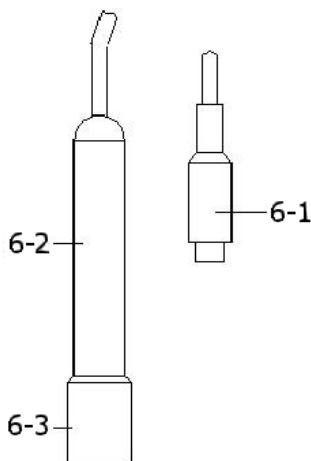

Fig. 3
- 1) Prepare a sonda de condutividade (opcional, CDPB-03), instale o "plugue da sonda" (6-1, Fig. 3) na tomada "CD" (3-15, Fig. 1).
- 3) Segure o "Cabo da sonda" (6-2, Fig. 3) com uma mão e introduza totalmente "a cabeça do sensor" (6-3, Fig. 3) na solução a medir. Mova a sonda para deixar que a borbulha de ar interna saia da cabeça do sensor. Na tela aparecerão os valores de condutividade mS (uS) ao mesmo tempo que na parte inferior esquerda da tela aparecerá o valor de temperatura da solução medida.
- 2) Instale o "plugue da sonda" (6-1, Fig. 3) na tomada "CD" (3-15, Fig. 1)
- 4) Segure o "Cabo do Eletrodo " (6-2, Fig. 3) com uma mão e introduza totalmente "a cabeça do sensor" (6-3, Fig. 3) na solução a medir. Mova a sonda para deixar que a bolha de ar interna saia da cabeça do sensor.